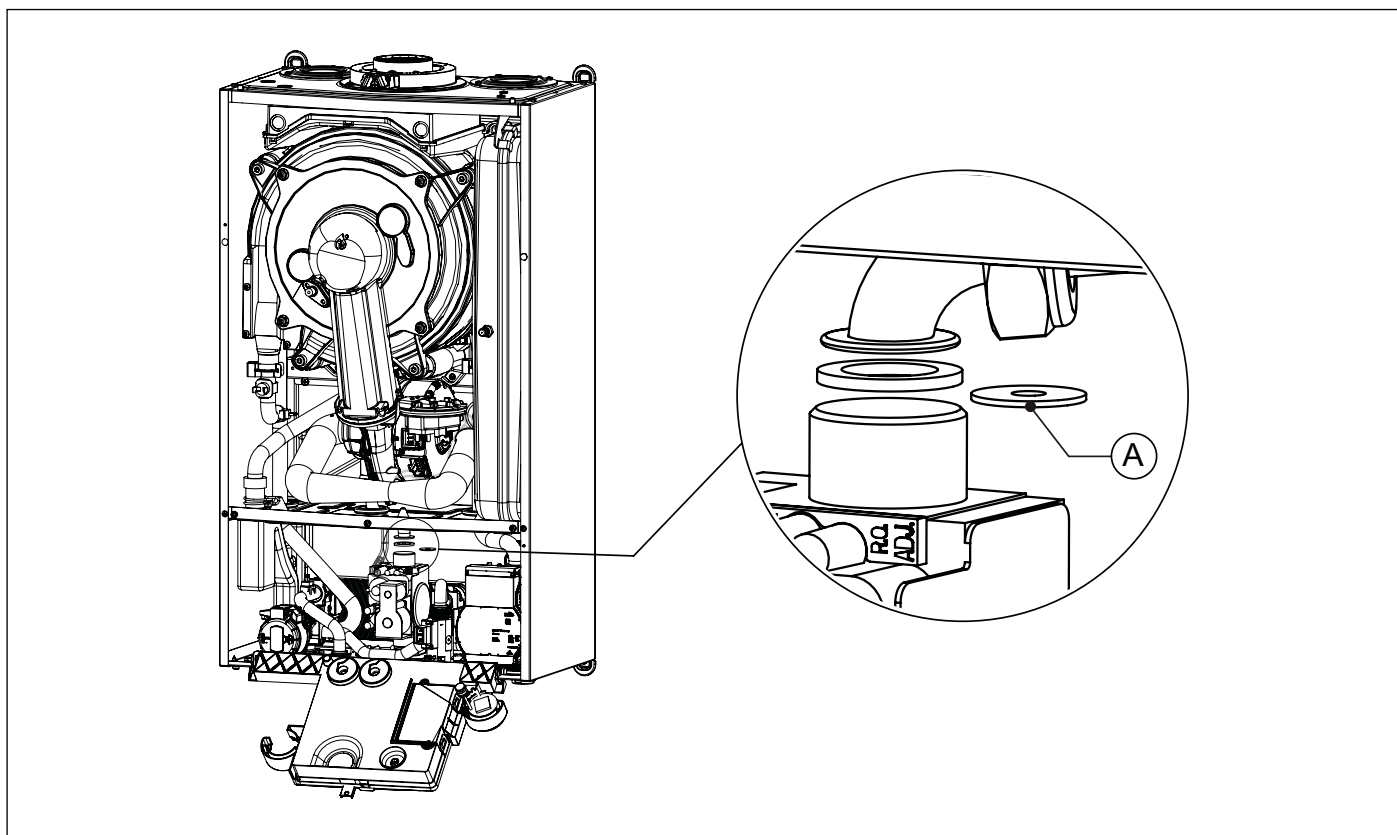

Fig. 24 Sostituzione diaframma gas
- Scollegare il tubo gas dalla valvola gas (vedi Fig. 24 Sostituzione diaframma gas).
- Sostituire il diaframma gas (A) con quello del nuovo tipo di gas (vedi Fig. 24 Sostituzione diaframma gas e Tab. 11 Diametro diaframmi gas (mm)).